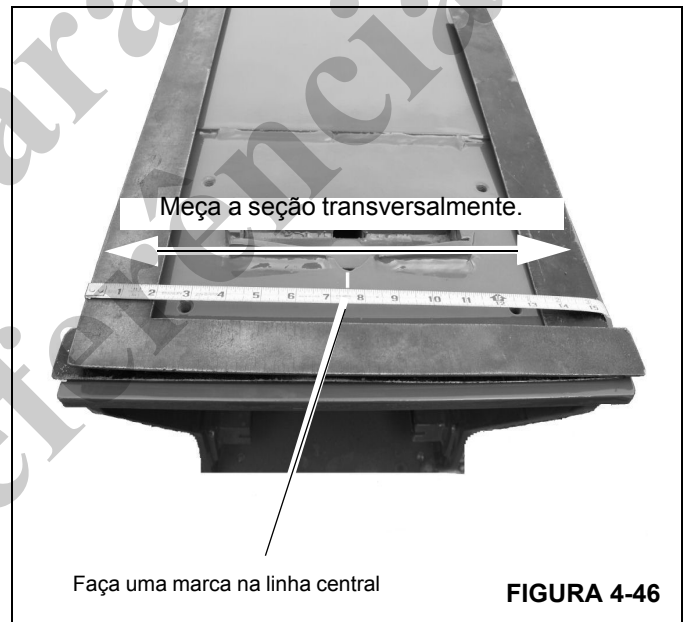

FIGURA 4-46
- b. Usando a medida obtida, determine o ponto central da seção da lança e marque-o claramente (Figura 4-46).